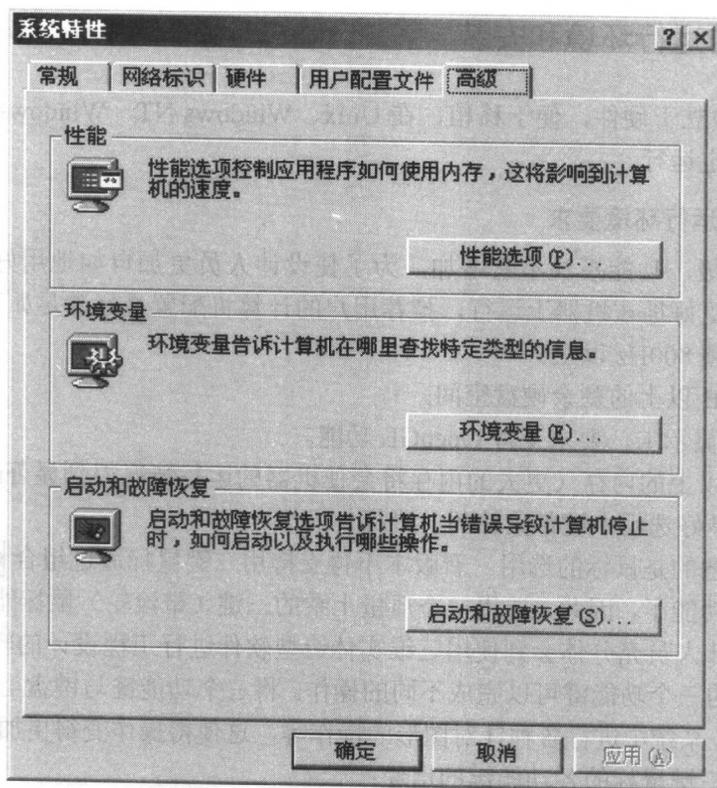

图 1-1 【系统特性】对话框
(1) 首先对系统环境变量进行设置。在桌面上用鼠标右键单击【我的电脑】按钮, 在弹出的右键快捷菜单中选取【属性】命令, 然后系统会弹出【系统特性】对话框, 选取其中的【高级】选项卡, 结果如图 1-1 所示。